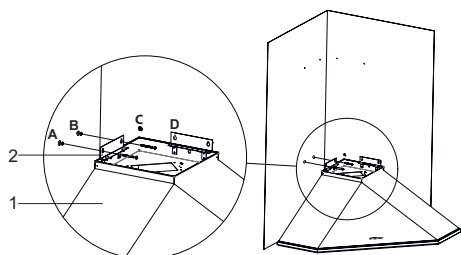

Fig. 14
3. ➤ ■ Tenere il prodotto per il corpo e appenderlo ai punti A,B,C,D delle piastre di aggancio (2) e serrare tutte le viti (Fig. 14).